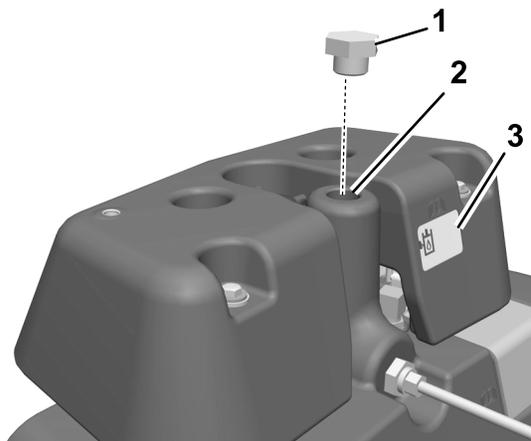

Figure 10
1. Déposez et mettez au rebut le reniflard, et faites l'appoint de liquide dans le réservoir de liquide hydraulique (Figure 10).
2. Remplacez le reniflard par un bouchon (Figure 10).